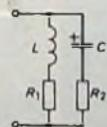

Bild 2 Einfache Frequenzweiche mit 6 dB Übergangsdämpfung je Oktave
Bild 2 zeigt die einfachste Form einer Frequenzweiche. Die Wechselstrom-
den Batteriespannung ausgewählt werden, dürfte eine wesentliche Erhöhung des Spitzenstromes zur Zerstörung der Transistoren führen. Diese Gefährdung der Endstufen-Transistoren ist aber zu vermeiden, wenn die in der folgenden Darstellung aufgeführte Dimensionierungsregel beachtet wird. Wählt man beide Lautsprecher mit gleichen Widerstandswerten, ist also $R_1 = R_2 = R$, und erweitert man den Quotienten der Gl. (1) mit R , so ist der Gesamtwiderstand der Schaltung im Bild 2
In Gl. (2) eingesetzt, wird $\mathfrak{Z} = R$, das heißt, der Gesamtwiderstand der Schaltung im Bild 2 wird ohmsch, frequenzunabhängig und so groß wie der Einzelwiderstand R jedes Lautsprechers. Die Werte von L und C bestimmen nach der Thomsonschen